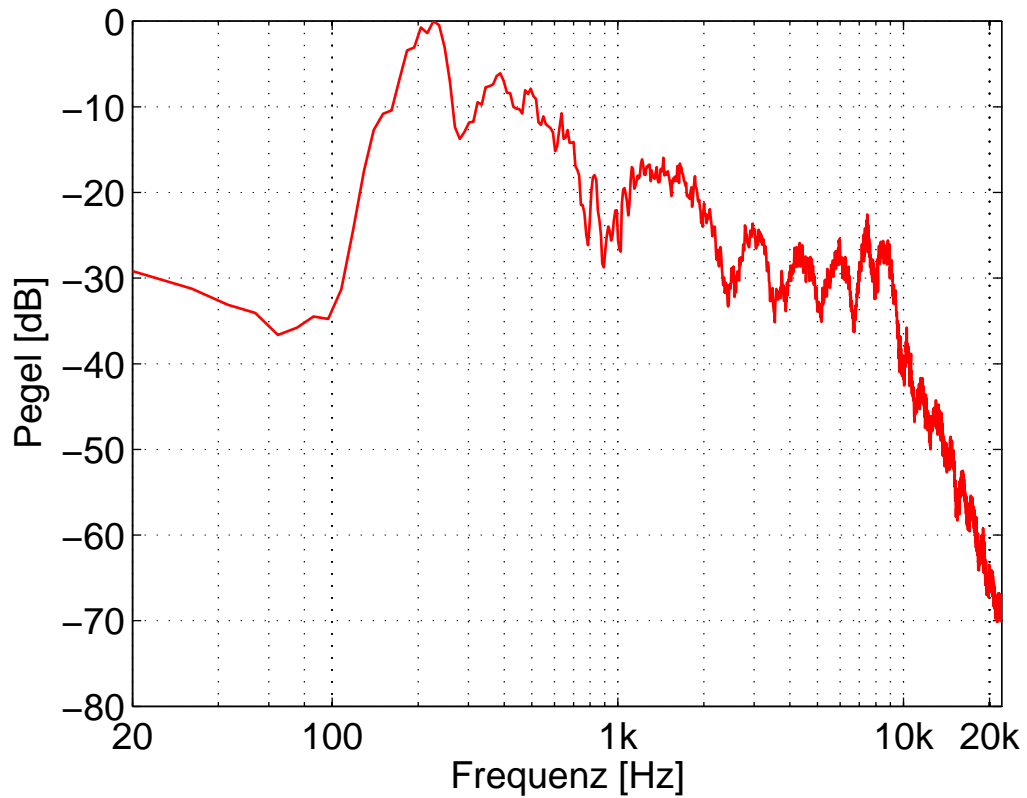

Abbildung 31: Spektrum „Rauschen Englischer (US) Matrix Test“
Das Amplitudenspektrum des Kalibriersignal der Messung „Englischer (US) Matrix Test“ (Rauschen Englischer (US) Matrix Test) ist in Abbildung 31 abgebildet. Das Spektrum wurde auf 0 dB normiert.